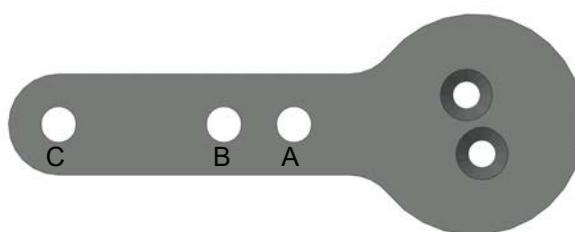

Рисунок 12 - Рычаг для привода Masoneilan модели 87/88 с несколькими пружинами
7. Прикрепите правый резьбовой конец тяги к рычагу с помощью винта с головкой 1/4–20×0,75" и гайки, как показано на Рисунке 13. Требуемое положение отверстия рычага зависит от хода конкретного клапана. См. Рисунок 12 и пункт «Выбор тяги для клапана с возвратно-поступательным механизмом», Таблицу 3 на стр. 31.